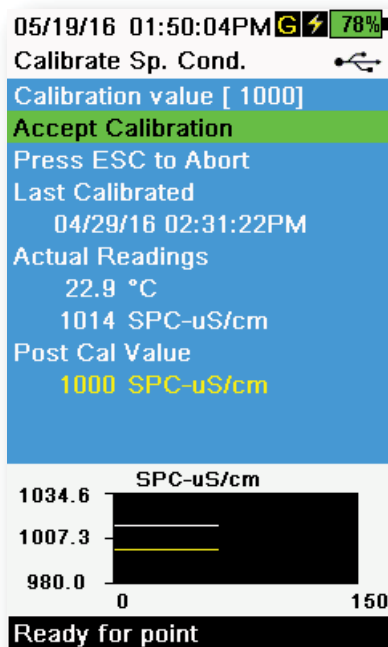

Figura 48 Calibrar condutância específica
7. Observe a estabilidade das leituras de medição atuais (a linha branca do gráfico não apresenta alterações significativas durante 40 segundos) e selecione **Aceitar Calibração** (Figura 48). "Calibração concluída!" aparece na área de mensagens.